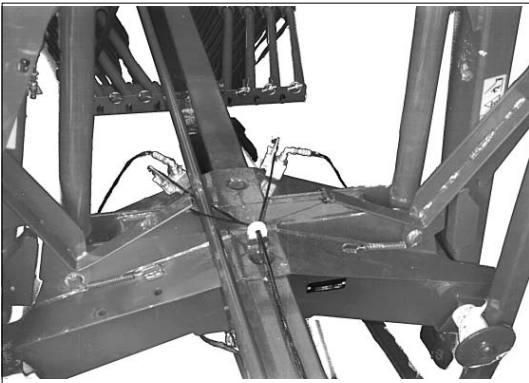

Figure 6-3
- S'il faut abaisser la deuxième toupie, il faut tirer sur le câble de tirage afin de réouvrir la soupape. La toupie s'abaisse alors en position de travail (figure 6-3).